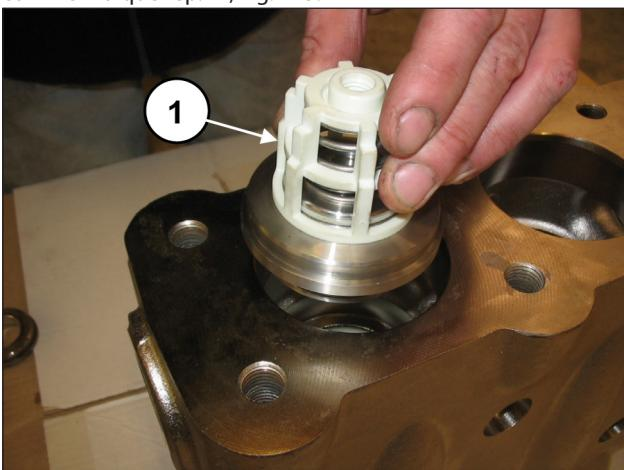
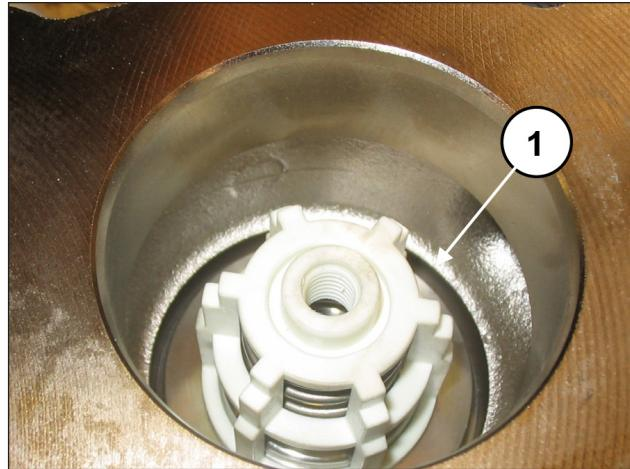

Fig. 124
Fig. 125
Placer le groupe soupape de refoulement (rep. ①, Fig. 124). Engager à fond le groupe soupape qui devra être positionné comme indiqué rep. ①, Fig. 125.